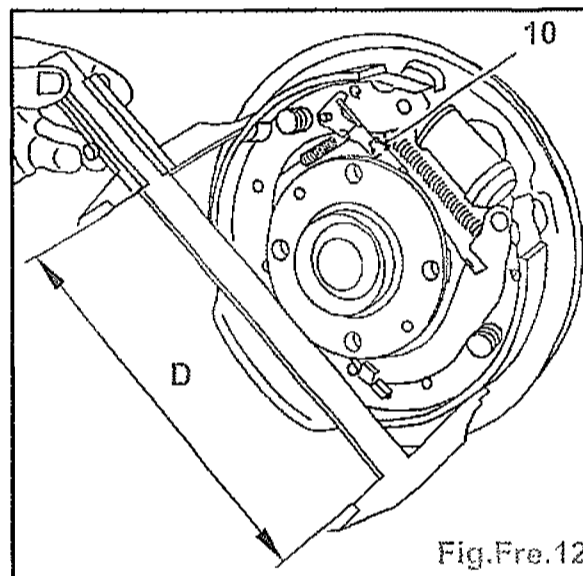

Fig.Fre.12
- la biellette de rattrapage (7),
- le levier et le ressort du système (8) du rattrapage de jeu,
- le ressort de maintien (4) du segment arrière.
- Reposer le ressort supérieur (3).
- Agir sur la molette (10) pour obtenir un diamètre $D = 228$ mm (Fig.Fre.12).